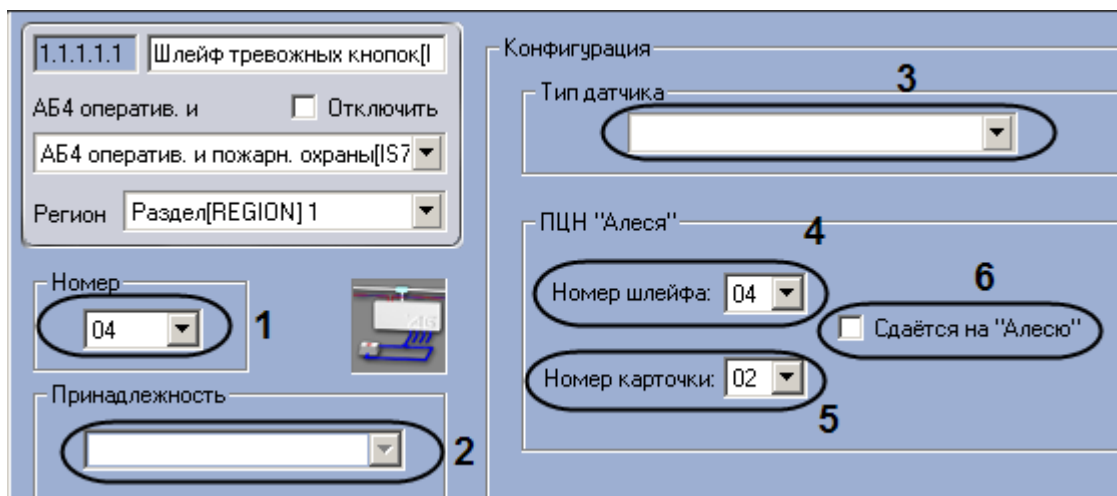

Рис. 3.7—24. Настройка шлейфа тревожных кнопок
2. Из раскрывающегося списка **Номер** выбрать аппаратный адрес шлейфа контроля двери (см. Рис. 3.7—24, 1).
3. Из раскрывающегося списка **Принадлежность** выбрать объект **Зона тревожных кнопок**, к которому относится данный шлейф тревожных кнопок (см. Рис. 3.7—24, 2).